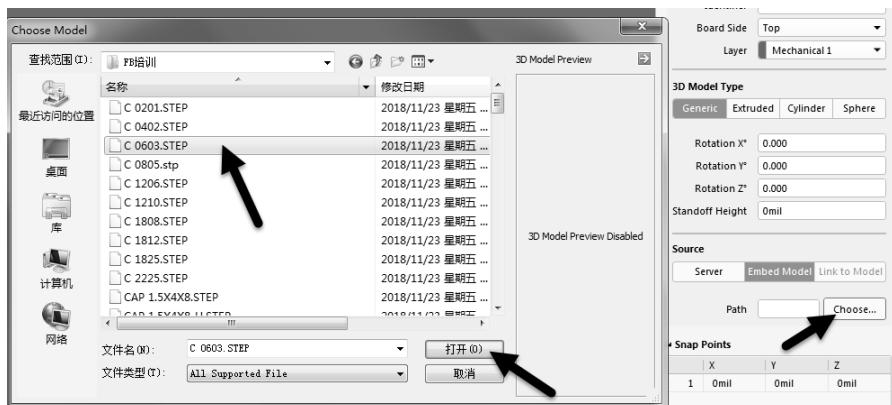
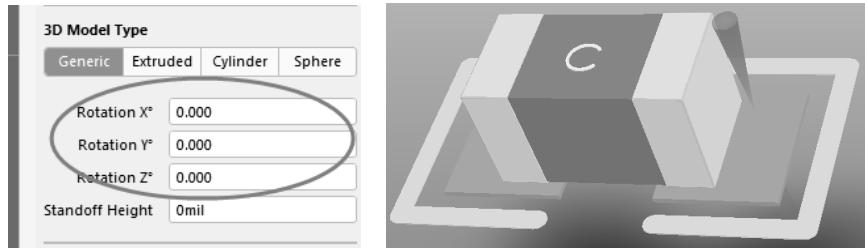

图 6-51 STEP 格式的 3D 元件体导入选项
图 6-53 3D 元件体的参数调整及正确视图
(2) 跳转到 Mechanical 层，执行菜单命令“放置-3D 元件体”，会出现如图 6-51 中右图所示的对话框，此时不再选择绘制模型模式，而是选择模型导入模式，在弹出的对话框中单击加载 0603C 的 STEP 格式的 3D 元件体。
(4) 此时可以看到模型斜了，需要进行手工调整。在 3D 视图下双击模型，出现之前如图 6-51 中右图所示的对话框，可以调整 X、Y、Z 的坐标直到模型放置正确，如图 6-53 所示。